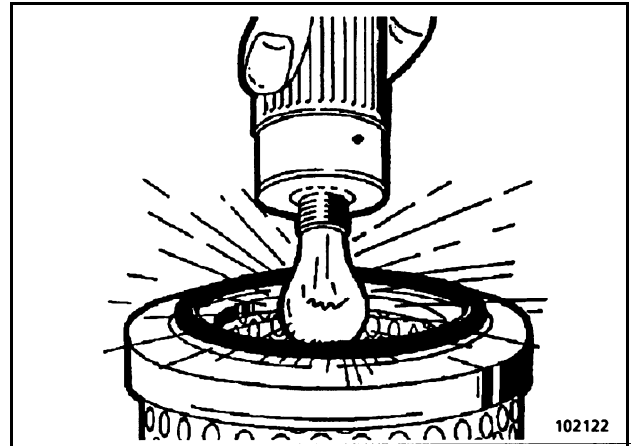

图 3-18:
- 将灯插入滤芯（图 3-18：），检查滤芯的过滤纸。这样可观察所有损坏情况。